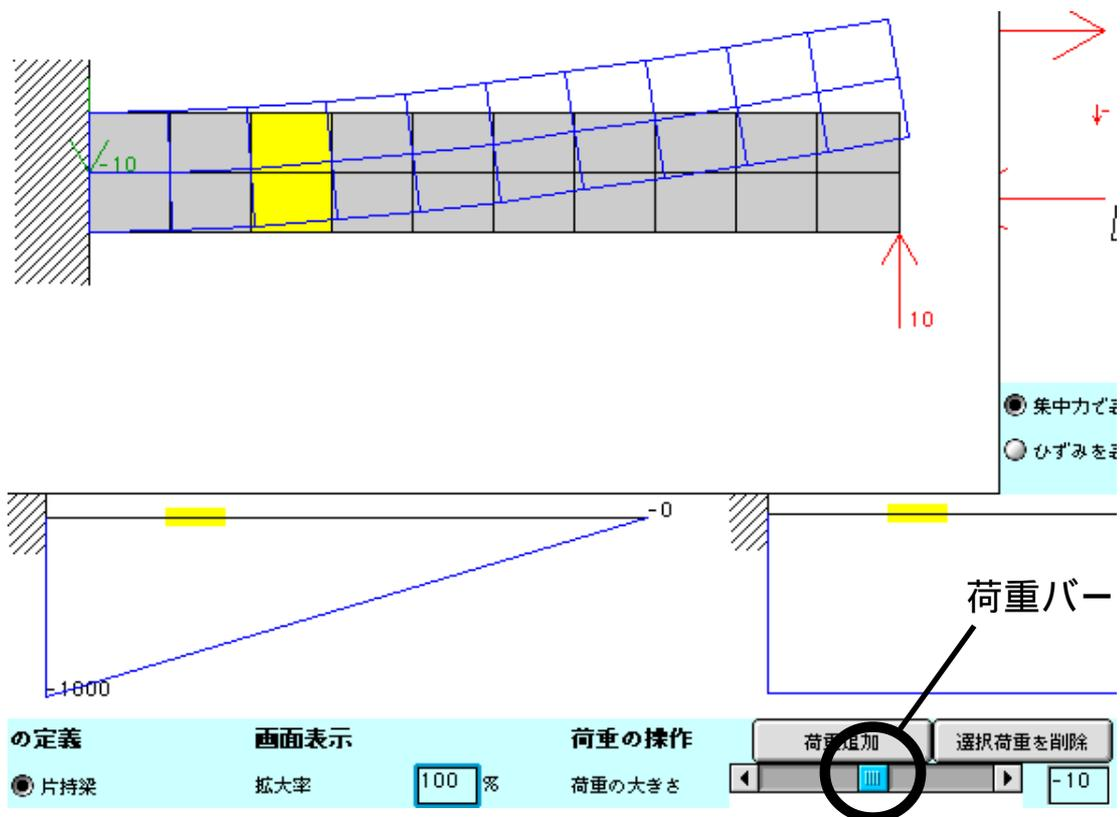

図 2.1.3 「荷重」の数字を -10 に変更
(3) 画面右下の荷重バーを左に動かして、荷重を -10 に変更してみよう。梁は上向きに変形するはずである（図 2.1.3）。